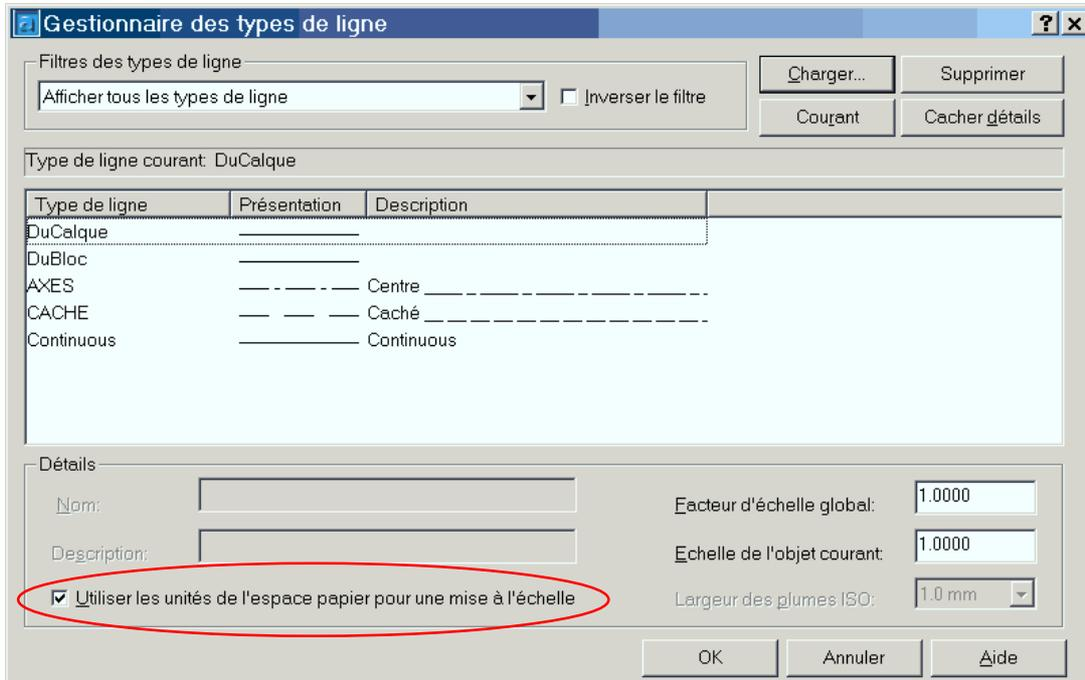

FIGURE 7
**PSLTSCALE** peut être réglée depuis la boîte de dialogue de gestion des types de ligne (**Figure 7**) en tapant la commande **TYPELIGNE** ou **\_LINETYPE**.